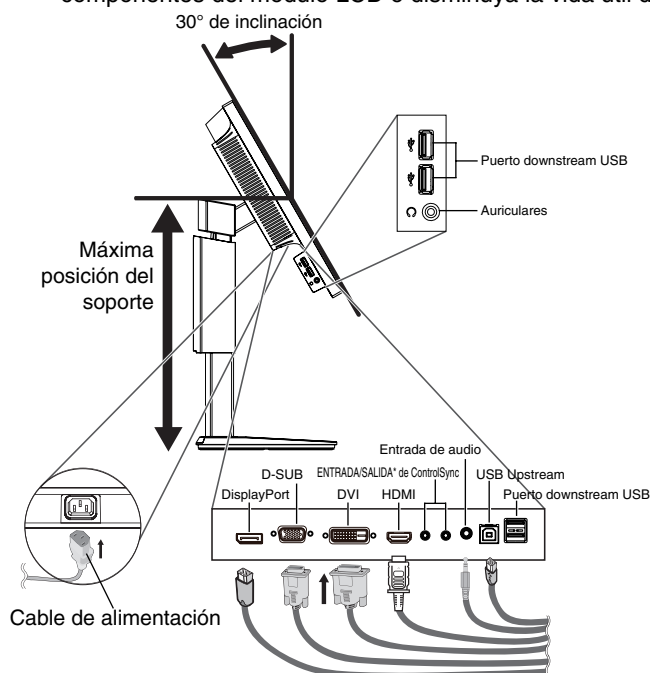

Figura C.1
4. Conecte todos los cables en los conectores correspondientes (**figura C.1**). Al utilizar el cable USB, conecte el conector del tipo B al puerto USB de upstream en la parte trasera derecha del monitor y el conector del tipo A al puerto de downstream del ordenador (**figura C.1a**). Si está utilizando el cable de un dispositivo USB, conéctelo a uno de los puertos downstream del monitor.